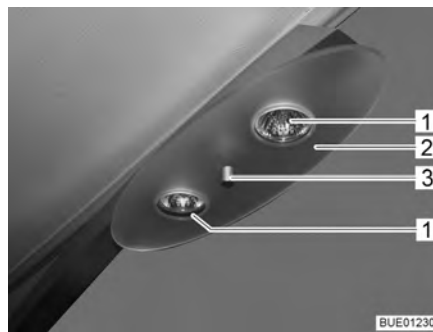

Bild 201 Halogentaklampa
- Skruva av fästmuttern (Bild 201,3) och ta av täckplattan (Bild 201,2).
- Tag ut halogenglödlampan (Bild 201,1).